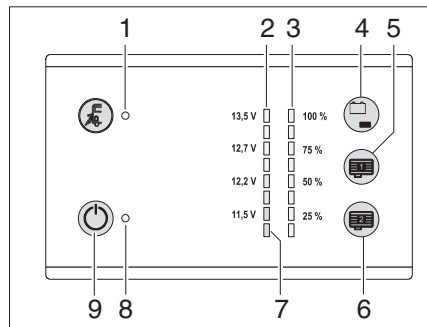

Bild 90 Panel LT 101 / LT 102
Der Tankfüllstand des Wassertanks kann mit dem Sensor-Tastfeld (Bild 90,4) abgefragt werden.
- Sensor-Tastfeld (Bild 90,4) berühren: Der Füllstand des Wassertanks wird in vier Stufen mit den LEDs (Bild 90,3) (25 % bis 100 %) angezeigt.
Die Tankfüllstände der innenliegenden Abwassertanks (Sonderausstattung) können mit den Sensor-Tastfeldern (Bild 90,5 und 6) abgefragt werden.
- Sensor-Tastfeld (Bild 90,5 oder 6) berühren: Der Füllstand des entsprechenden Tanks wird in vier Stufen mit den LEDs (Bild 90,3) (25 % bis 100 %) angezeigt.
Die rote Warn-LED (Bild 90,7) blinkt, sobald die Spannung der Wohnraumbatterie nur noch 11 V (Messung im laufenden Betrieb) beträgt und damit Tiefentladung droht.
Mit dem Sensor-Tastfeld (Bild 90,4) kann der Ladezustand der Wohnraumbatterie abgefragt werden.
Anzeigen: ■ Sensor-Tastfeld (Bild 90,4) berühren: Ladezustand der Wohnraumbatterie wird angezeigt.
Der 12-V-Hauptschalter (Bild 90,9) schaltet das Panel und die 12-V-Versorgung des Wohnraums ein und aus.
Einschalten: ■ Sensor-Tastfeld (Bild 90,9) berühren: Die 12-V-Versorgung des Wohnraums ist eingeschaltet. Die Kontroll-Leuchte (Bild 90,8) leuchtet grün.
Ausschalten: ■ Sensor-Tastfeld (Bild 90,9) erneut berühren: Die 12-V-Versorgung des Wohnraums ist ausgeschaltet. Die 12-V-Kontroll-Leuchte (Bild 90,8) erlischt.
- ▷ Blinkt die Warn-LED Tiefentladung (Bild 90,9), kann die Versorgung nicht eingeschaltet werden, da die Batteriespannung zu niedrig ist.